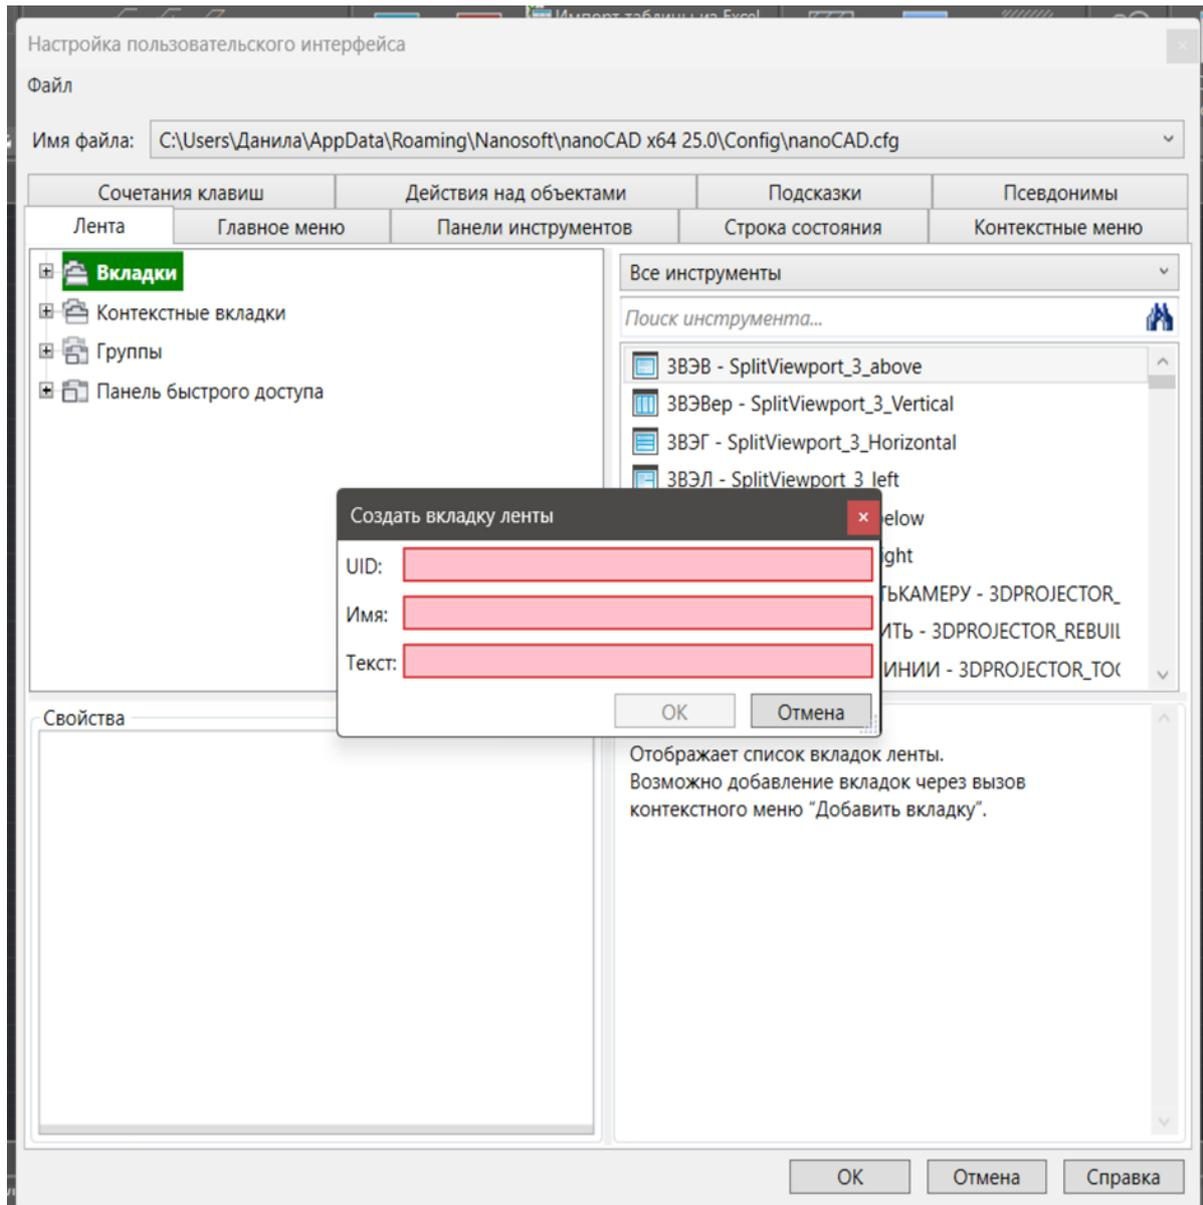

Рис. 2.12
2. В появившемся диалоге «Создать вкладку ленты» (рис. 2.12) заполнить поля.